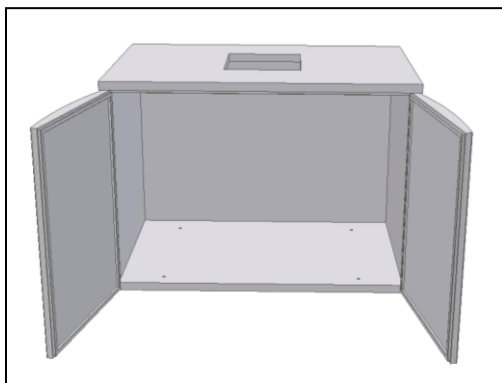

Fig. 8
- Inserire **le porte (destra e/o sinistra)** nei pannelli del pavimento e del piano (Fig.8);